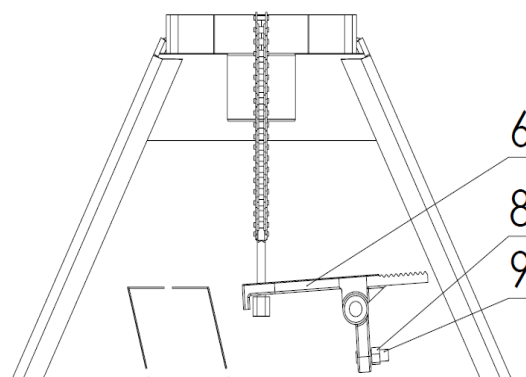

Figure 4
- Complétez le montage en insérant l'écrou de boulon de la chaîne dans la mâchoire située sur la partie du pédalier (voir Figure 4, pièce numéro 6).
- ▶ Pour régler la vitesse de descente du transpalette, utilisez la vis de réglage de pression d'huile hydraulique numérotée 9 dans la figure 4.